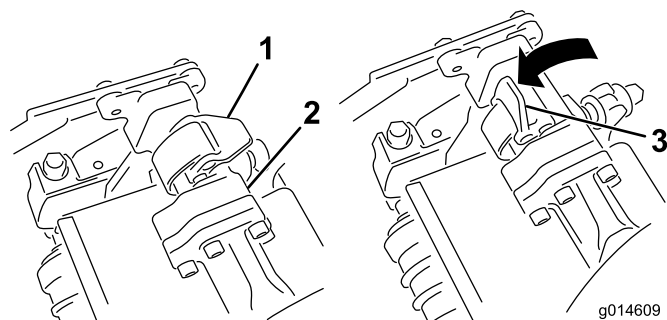
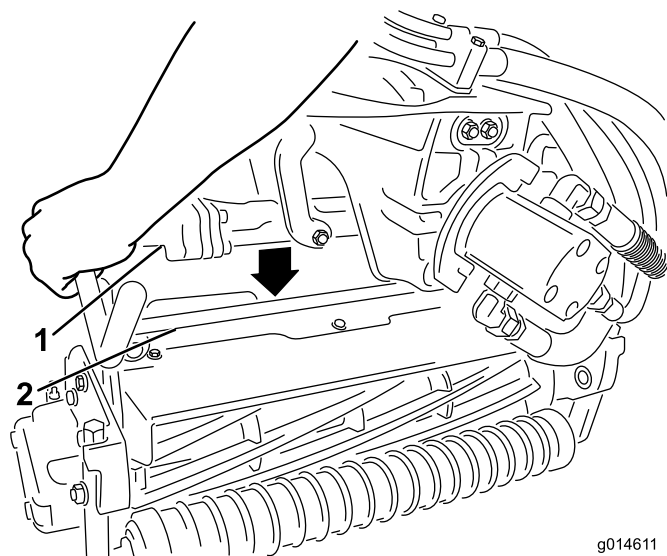

图12
图13
5. 当悬挂臂杆上的闩锁指向上方（即打开）时（图12），向下压悬挂臂，使悬挂臂杆与滚刀组顶部的横杆相契合（图13）。
6. 向下并绕着滚刀组横杆关闭闩锁，将它们锁定到位（图12）。